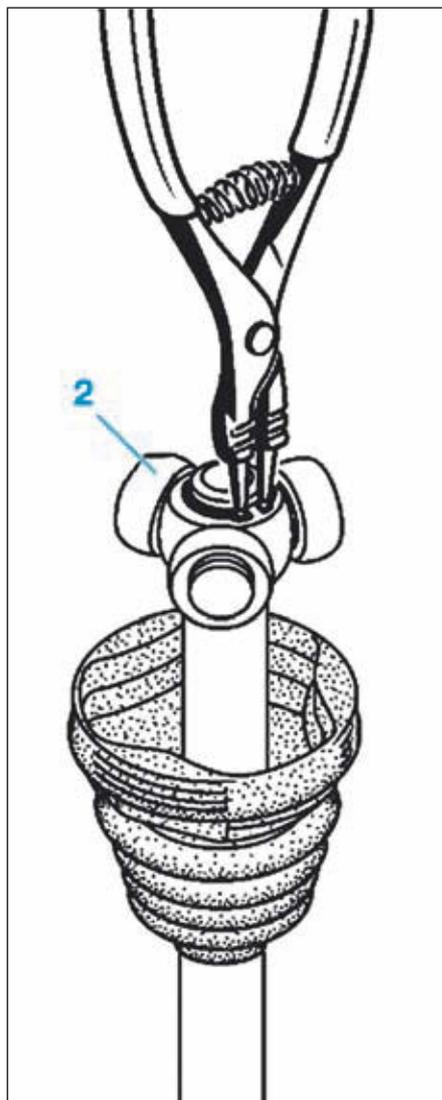

FIG.7
- l'anneau d'arrêt (2) à l'aide d'une pince à circlips (Fig.7).
- Reposer l'anneau d'arrêt (2) (Fig.7).